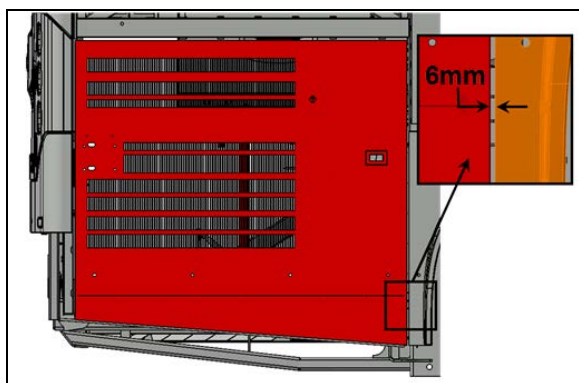

FIGURE 50:
7. Vérifier le jeu entre la porte et l'aile arrière au niveau du bras inférieur de la porte. Le jeu devait être 1/4" (6 mm) (Figure 50:).